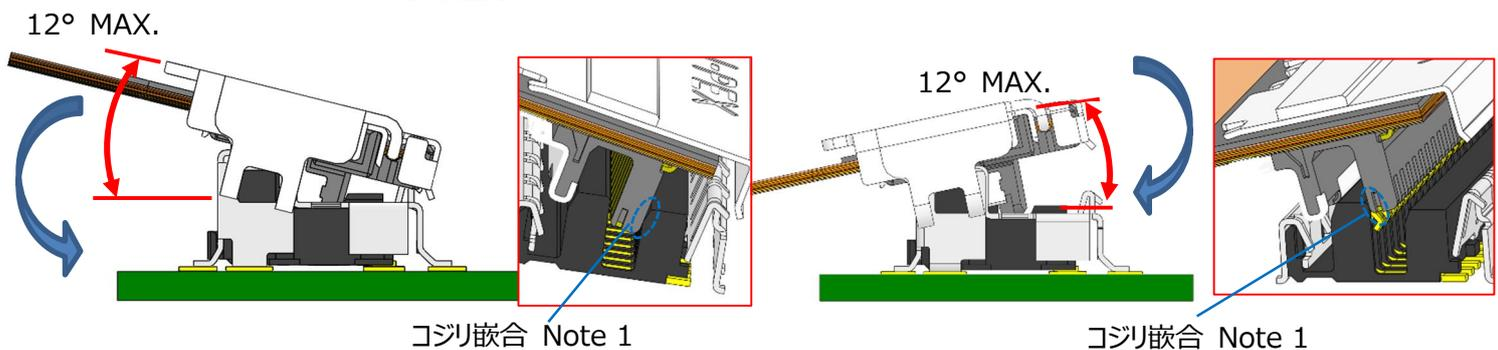

Fig.8 挿入許容角度
製品高さ方向の挿入角度は Fig.8 の様 12°以内とし、その後 FPC 側コネクタが基板側コネクタに対し平行になるよう、仮挿入を行う。
- ・コネクタ嵌合時、初期挿入許容角度は Fig.8 の通りです。その後過度な力を掛けず平行になるようにセットしてください。コネクタをセットしたときに許容角度を超えた状態で FPC 側コネクタを強く押し込まないでください。